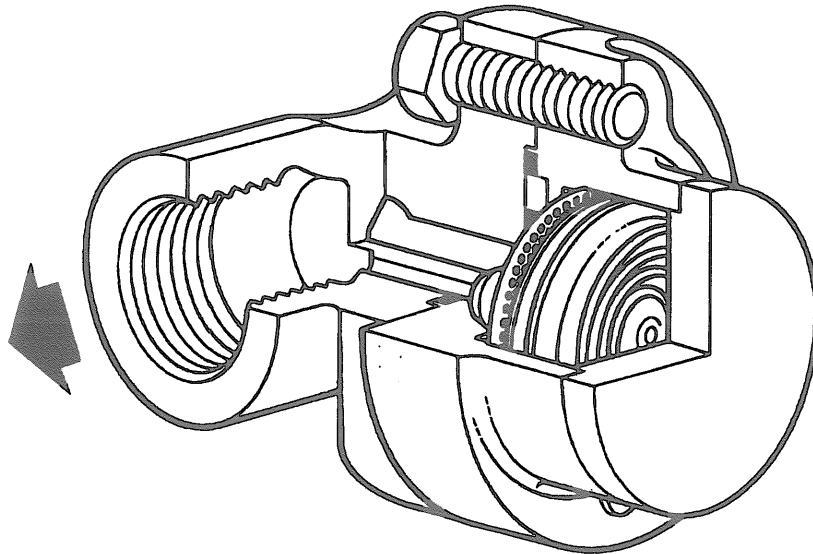

図 1. PC10型コネクタ付UBP32型
- 3.4 UBP32型は、パイプライン・コネクター上であらゆる方向に取付けることができます。別の取扱説明書 (IM-P128-06, IM-P128-11 および IM-P128-13) をご覧下さい。ガスケットに汚れがないか、および損傷がないか確認します。また流路がきれいか確認します。コネクター・ガスケットの表面にUBP32型の本体を置きます。コネクター・スクリー(10)のねじ山に、少量のかじり付き防止剤を塗ります。ねじを手で締付けます。トラップ本体がコネクターに平行になっていることを確認します。推奨締付けトルク (図1) で締付けます。通常の運転状態になるまで、遮断弁をゆっくり開きます。
- 推奨締付けトルク（図1）で締付けます。